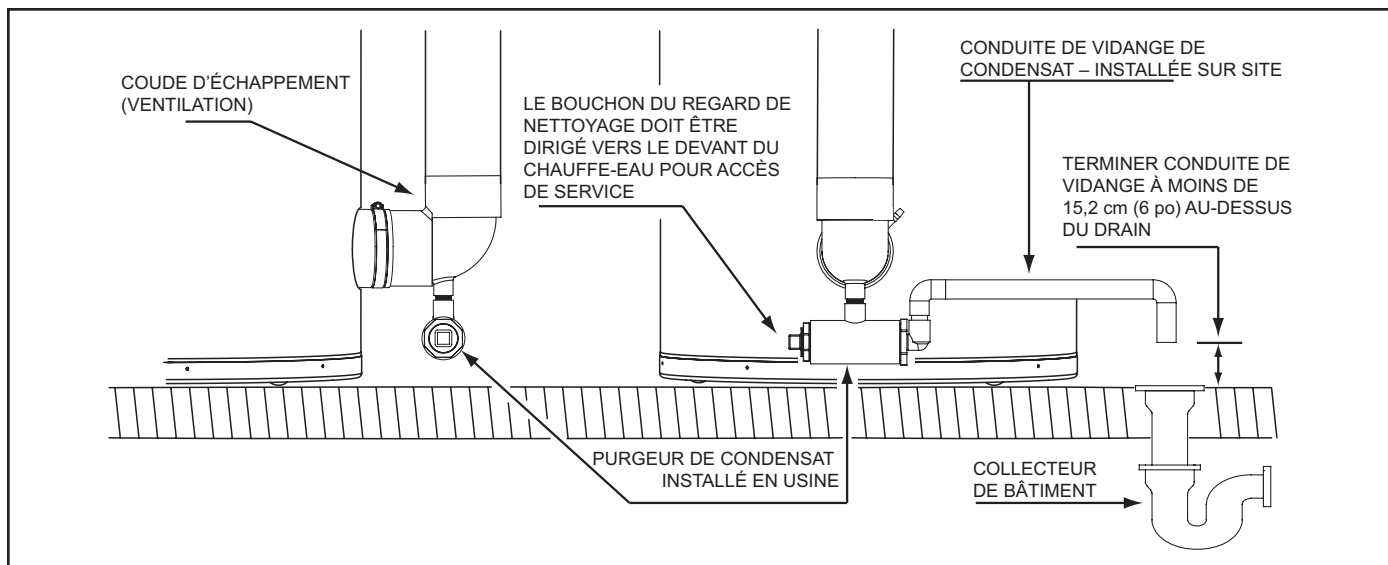
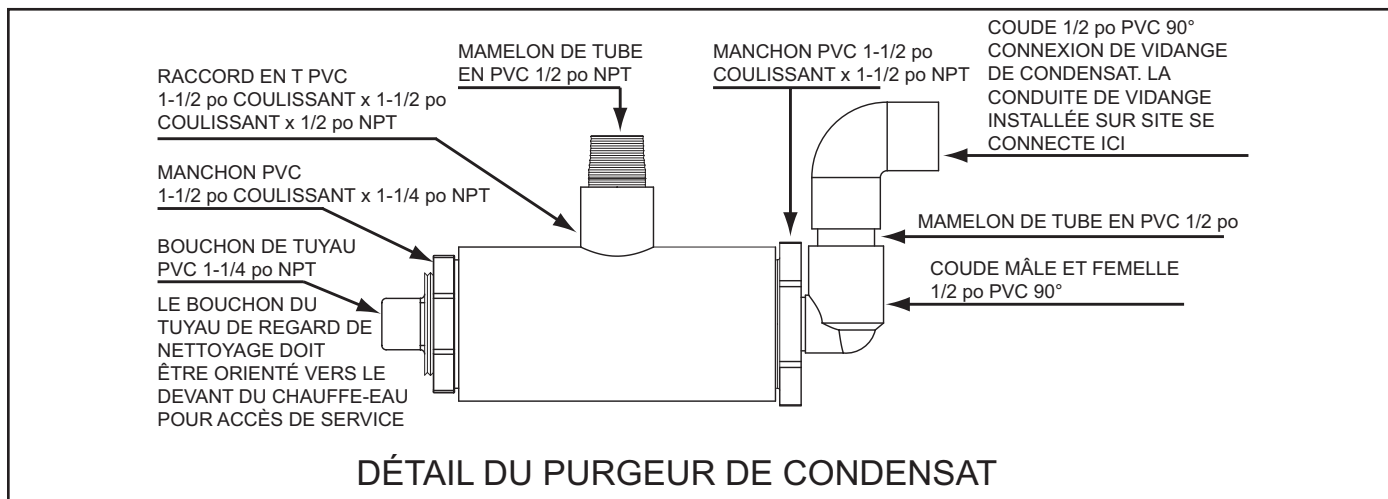

Figure 50
Figure 51
2. Installer une conduite de vidange de condensat 1/2 po en PVC entre la connexion de vidange de condensat sur le siphon de vidange de condensat et un collecteur de bâtiment adéquat, voir les Figure 50 et Figure 51.
3. Terminer la tuyauterie de vidange de condensat à l'aide d'un coude au-dessus de la vidange. S'assurer que toute décharge sort de la conduite de vidange de condensat à moins de 15,2 cm (6 po) au-dessus d'un collecteur de bâtiment adéquat, ou externe au bâtiment, voir la Figure 50.
4. S'assurer que le tuyau de vidange du condensat n'est pas élevé au-dessus de la connexion de vidange de condensat sur le purgeur, voir la Figure 51.